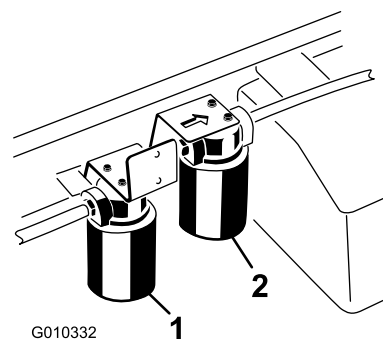

図 73
3. フィルタの下に廃油受けを置いてフィルタを外す(図 73)。
- ハイフローフィルタを取り付けている周辺をウェスできれいにぬぐう 図 73。